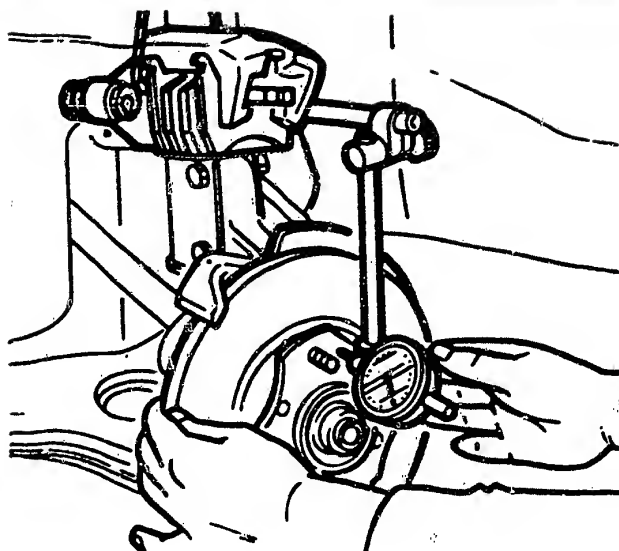
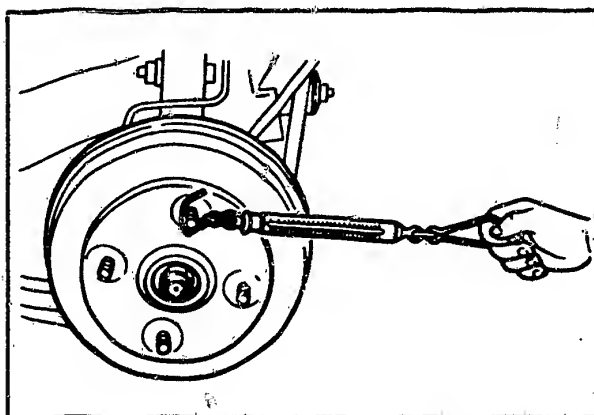

Bild 43 Prüfung des Radlagerspiels vorne bei entferntem Bremssattel.
Bild 44 Sowohl vorn wie hinten (Bild) wird der richtige Drehwiderstand der Radlagerung auf diese Art mit einer Federwaage gemessen.
c) Die **Radlagerung** besteht aus zwei Kegelrollenlagern. Diese sind dauergeschmiert und können nicht auseinandergenommen werden. Ihr Spiel ist an der Radnabe zu kontrollieren (Bild 43). Das maximal zulässige Axialspiel beträgt 0,2mm. Der mit einer an einem Radbolzen eingehängten Federwaage zu prüfende Drehwiderstand darf höchstens 20Nm betragen (Bild 44).